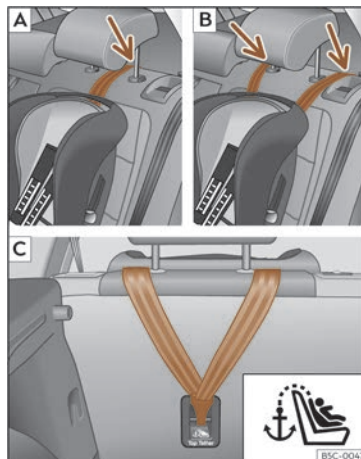
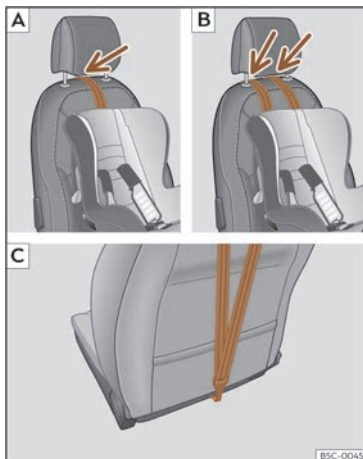

Fig. 33 Asentos traseiros: axuste e montaxe en función do cinto Top Tether.
Fig. 34 Asento do acompañante: axuste e montaxe en función do cinto Top Tether.
deira, levante ou retire o repousacabezas se é necesario) >>> fig. 33 [A]/[B], >>> fig. 34 [A]/[B].
- Deslice a correia e fíxela correctamente coa áncora da parte traseira do respaldo >>> fig. 33 [C], >>> fig. 34 [C].